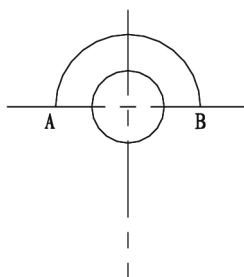

图 2-38 绘制舌形平面图示例
1) 运用“直线”命令绘制中心线，如图 2-38 所示。
结果如图 2-38 所示。